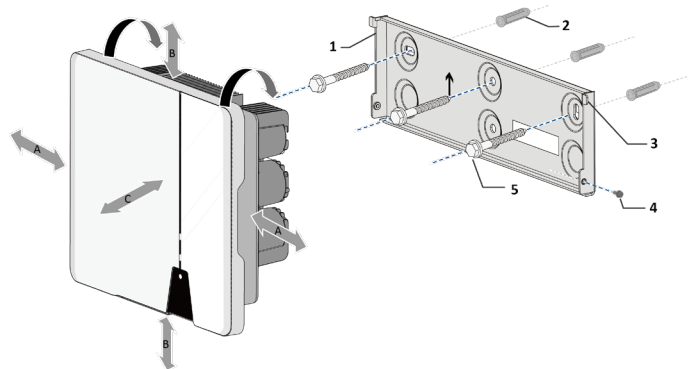

Abb. 9. Montage der Wandhalterung
- Bei der Montage zu beachtende Mindestabstände [siehe Fig. 9 auf Seite 12].